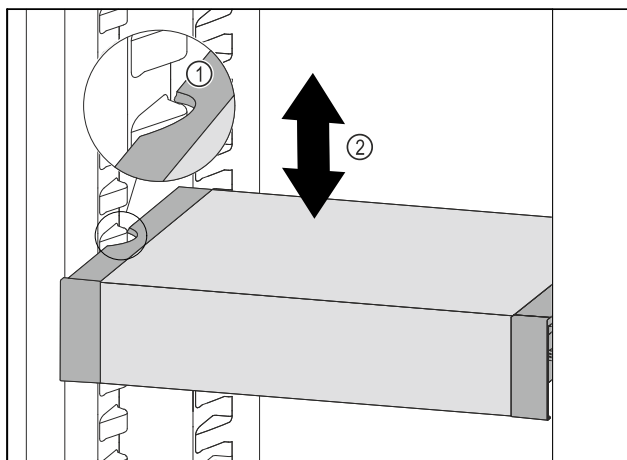

Fig. 41
- Изтеглете VarioSafe напред, докато страничните прорези на VarioSafe се намират на височината на ребро на съда в хладилната част. Fig. 41 (1)
- Преместете VarioSafe нагоре или надолу в хладилната част, докато се достигне желаната височина. Fig. 41 (2)